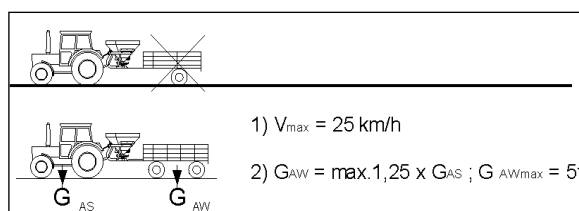

Fig. 46
6. Starre Rollen (Fig. 46/1) hinten
- o montieren und mit Federstecker (Fig. 46/2) in der mittleren Absteckbohrung sichern,
Bei der Montage der starren Rollen darauf achten, dass der Bolzen (Fig. 46/3) durch die Bohrung des Rahmens fasst, und somit die Rollen in Längsrichtung hält.